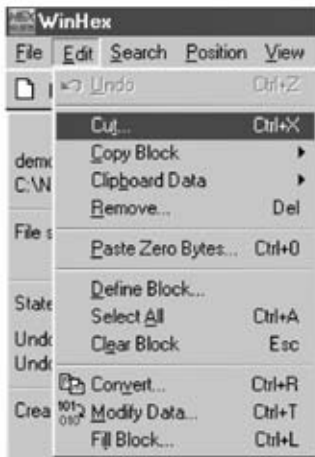
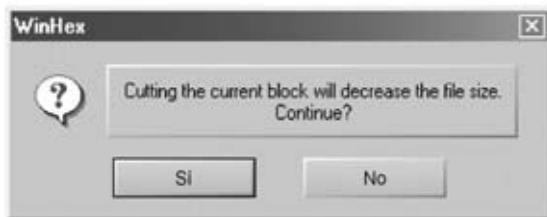

Fig.34 Las celdas mostradas en la Fig.33 han de eliminarse mediante la función CUT del menú EDIT.
Fig.35 Antes de eliminar las celdas el programa pide una confirmación de la operación a través de esta ventana . Hay que hacer click en SI.
**sonido** (ver Fig.33). Al soltar el botón izquierdo del ratón los números quedarán seleccionados. Una vez seleccionados los valores que **no** corresponden al sonido digitalizado hay que seleccionar la función **Cut (Cortar)** del menú **Edit** (ver Fig.34). El programa responde con una pregunta de confirmación (ver Fig.35) a la que contestaremos **Sí**.
Utilizando la barra de desplazamiento para movernos, hay que seleccionar los datos correspondientes desde la dirección **00 00 25 BD** hasta al **final del archivo** (ver Fig.37), y seleccionar la función **Cut (Cortar)** del menú **Edit** (ver Fig.34). El programa responde con una pregunta de confirmación (ver Fig.35) a la que contestaremos **Sí**. Ahora ya solo queda la información correspondiente al sonido digitalizado. Es el momento de **salvar** a disco a través de la función **Save As** del menú **File** (ver Fig.38). En la ventana desplegada hay que escribir el **nombre del archivo** con extensión **.bin** en el apartado **Nombre:**.